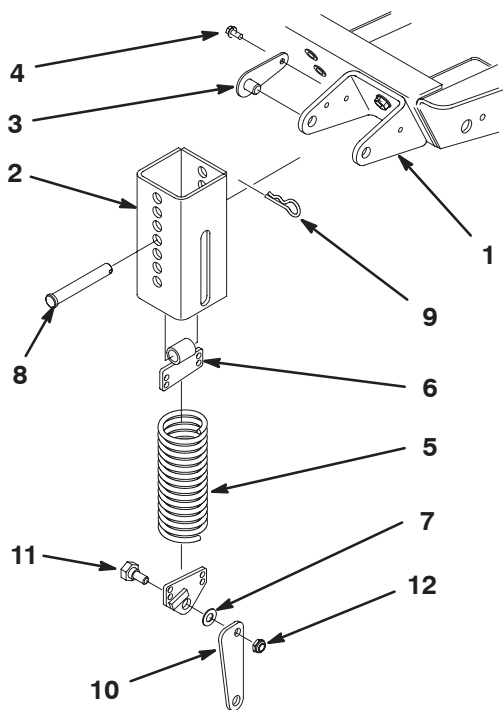
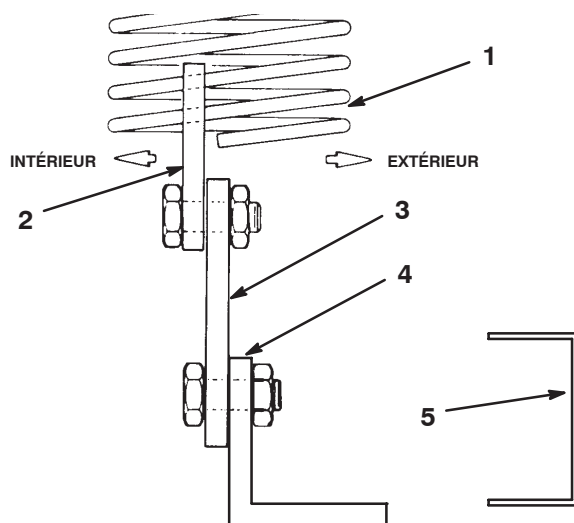

Figure 11
Figure 13
5. Introduisez la spire supérieure du ressort d'extension dans les trous de l'extrémité supérieure du ressort d'extension et la spire inférieure du ressort d'extension dans les trous de l'extrémité inférieure du ressort (Fig. 11).
6. Montez la tringle sur l'extrémité inférieure du ressort, avec la partie large de la tringle et la butée de l'extrémité du ressort vers l'avant. Fixez la tringle au côté extérieur de l'extrémité du ressort (Fig. 13) avec un boulon à épaulement et un contre-écrou (Fig. 11 et 12).
8. Alignez les fentes de la protection du ressort (fente vers le bas) sur les trous du support de montage. Insérez les ensembles goupille de sécurité dans les trous du support et fixez-les au support avec des vis autotaraudeuses (Fig. 11). Serrez les vis à 27 Nm.
9. Insérez le ressort et l'extrémité supérieure du ressort dans la protection du ressort par le bas. Choisissez un trou qui corresponde au réglage de hauteur de coupe du plateau de coupe ; c-à-d que le trou le plus haut sur la protection du ressort correspond à la hauteur de coupe la plus élevée, le trou le plus bas à la plus petite hauteur de coupe etc. Alignez le trou de l'extrémité supérieure du ressort sur le trou sélectionné de la protection du ressort et insérez l'axe de chape pour fixer le ressort à l'intérieur de sa protection (Fig. 11). Fixez l'axe de chape avec une goupille fendue.